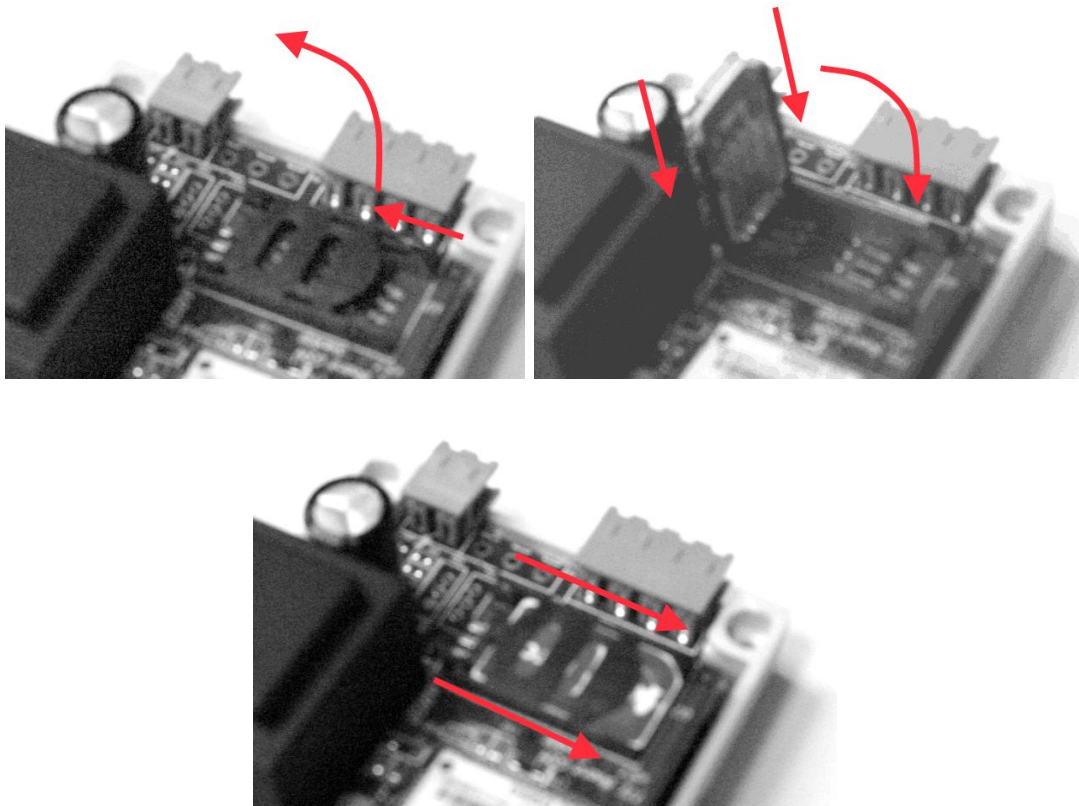

Рис.1. Порядок установки SIM-карты
- вставить SIM-карту как показано на рис.1 и установить держатель в исходное положение так, чтобы SIM-карта плотно прилегала к контактам держателя;